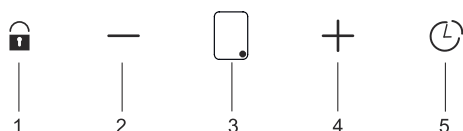

Abb. 16: Lüfter Ein/Aus
- 2.** Halten Sie nach diesem Vorgang die Timer-Taste solange gedrückt, bis auf der Digitalanzeige die "0" erscheint (Abb. 16/1).
- 3.** Nach der Entriegelung des Lüfters, können Sie mit den Tasten + und - die Geschwindigkeit des Lüfters einstellen (Abb. 16/2,4).